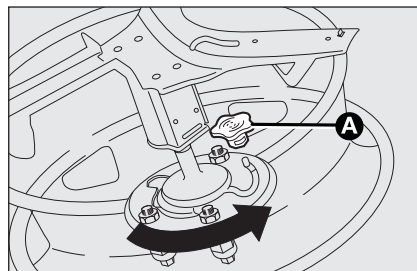

fig. 12
- ☐ bevestig de getande steun aan het vervangen wiel m.b.v. de 2 bouten (steek de steun vanaf de buitenzijde in het wiel). Haak de metalen borgkabel in de betreffende openingen en monteer het beschermkapje **A-fig. 12**;